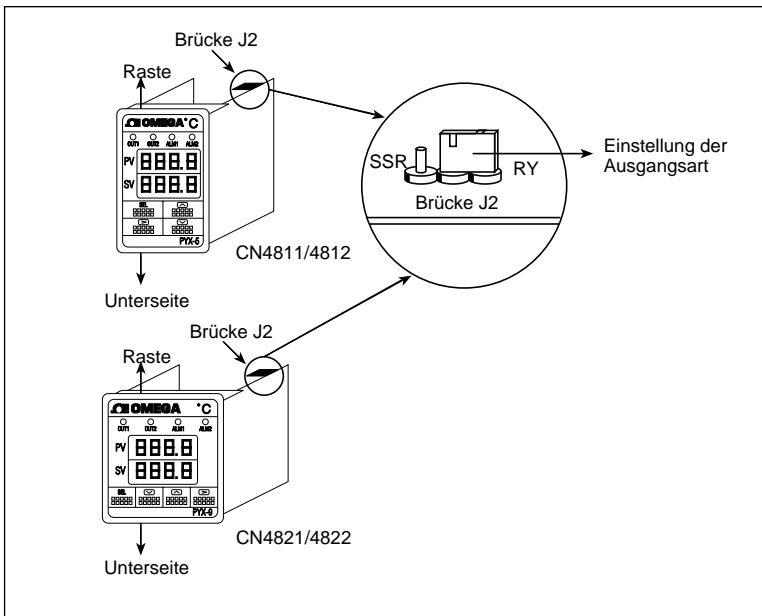

Abbildung 4-2 Lage der Brücke zur Einstellung der Ausgangsart
Während der CN4801/4802 mit dem bei der Bestellung spezifizierten Ausgang ausgestattet sind, verfügen die Modelle CN4811/4812 und CN4821/4822 über einen Universalausgang. Dieser kann durch die Brücke J2 als Relais- oder Logikausgang konfiguriert werden. Abbildung 4-2 zeigt die Lage dieser Brücke. Weiterhin ist der Universalausgang über die Tastatur als Stromausgang einstellbar, unabhängig von der Position der Brücke.
1. An der Unterseite der Reglerfrontplatte befindet sich eine Raste (s. Abbildung 4-2). Drücken Sie die Raste mit einem Schraubendreher nach innen und ziehen Sie den Regler aus dem Chassis.